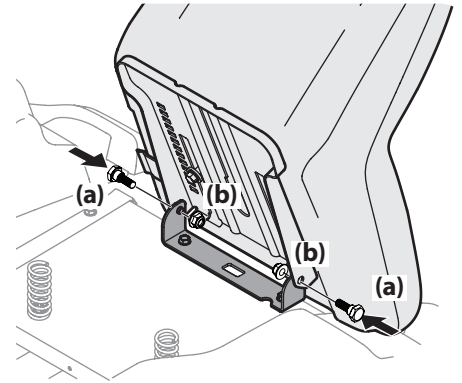

Figure 2-10
- Faites basculer le siège vers l'arrière en position de conduite et fixez-le avec les boulons (a) et les écrous retirés à l'étape précédente (b). Prenez garde de ne pas coincer ou endommager le faisceau de fils pendant que vous installez le siège. Voir Figure 2-10.